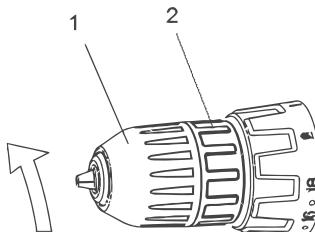

Fig. 6 – Abertura del mandril
3. Para abrir el mandril del atornillador/taladro sostenga la parte 2, y gire en sentido antihorario la parte 1, según muestra la Fig. 6.